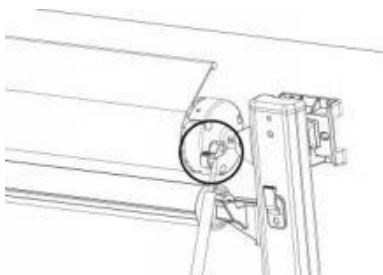

Figure D2
2. Utilice la varilla de tracción para girar suavemente la palanca de trinquete hasta la posición de APERTURA. (Figura D2)